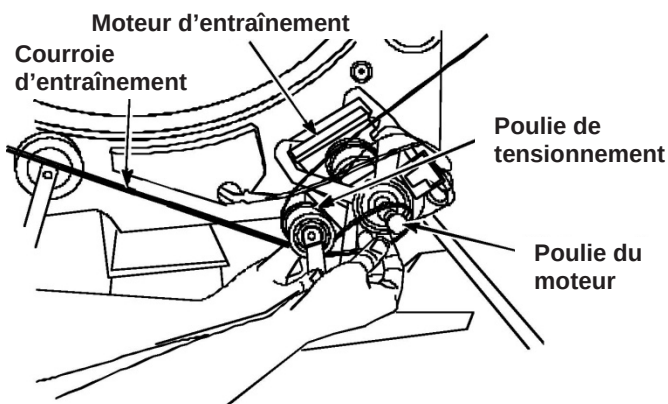

FIGURE 2
9. Retirer la courroie du tambour en soulevant la poulie de tensionnement, puis en dégageant la courroie de la poulie du moteur. Retirer le tambour du châssis. Voir Figure 2.